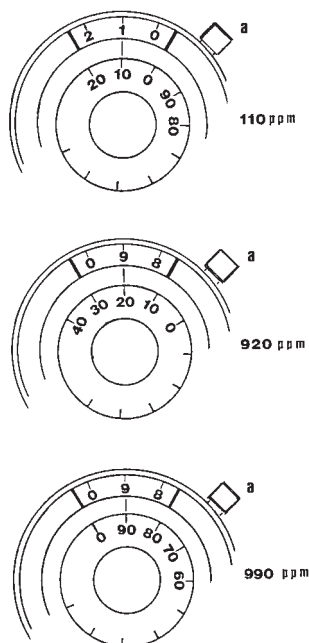

Fig. 35
- REGOLAZIONE P.P.M. (5) Questa manopola regola direttamente la portata della pompa in p.p.m. (parti per milione), rispetto alla quantità di liquido che passa attraverso il contatore lanciimpulsi installato e selezionato dal SELETTORE CONTATORE 13. Il valore da attribuire alla scala di misura dipende dalla posizione che si fa assumere al COMMUTATORE DI PORTATA (8). La MANOPOLA DI REGOLAZIONE P.P.M. è una manopola multigiri con scala che va da 0 a 999. Nella parte superiore della manopola scorre una scala che va da 0 a 10 che misura le centinaia; 1=100; 2=200 ecc. La seconda scala, più interna, va da 0 a 99 ed indica invece le decine e le unità (esempi in figura). La manopola di REGOLAZIONE P.P.M. è provvista di un fermo (a) (fig. 35) che la blocca una volta impostato il valore di p.p.m. (onde evitare manomissioni). Sollevando il fermo la manopola si sblocca, abbassandolo la manopola si blocca.
- P.P.M. ADJUSTMENT KNOB (5)
It controls the pump flow directly in p.p.m. (parts per million) proportionally to the impulses received from an impulse emitter w. meter installed into the system and selected by the w. meter SELECTOR 13: the value to attribute to the scale is related to the dual flow range scale SWITCH (8). The P.P.M. FLOW ADJUSTMENT KNOB is a multiturns potentiometer from 0-999 scale range: the upper outer scale from 0-10 indicates the hundreds; 1=100; 2=200 etc. The internal scale from 0-99 indicates the tens and units: see fig.-example. Once the p.p.m. are set lock the knob with the apposite holder: to lock lift the holder; to release lower it (fig. 35)